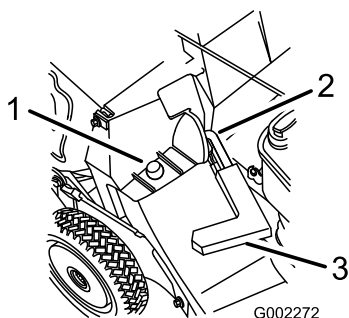

Figure 24
2. Vérifiez que la poignée du volet d'éjection est complètement abaissée vers l'avant et que l'ergot est bien engagé dans son logement (Figure 24).
3. Accrochez le cadre du bac par le trou sur l'ergot de retenue situé sur l'éjecteur (Figure 24).
2. Soulevez la poignée du volet d'éjection et poussez-la vers l'avant jusqu'à ce que l'ergot de verrouillage s'engage dans le logement (Figure 24).